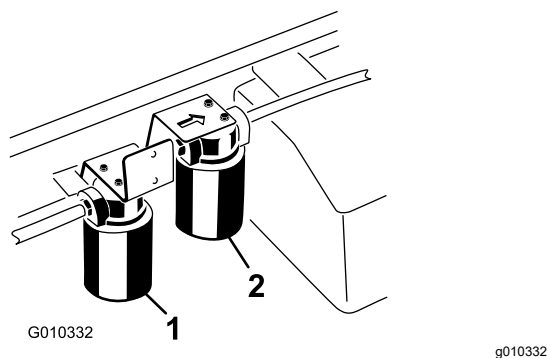

图 69
5. 在过滤器下面放置一个放油盘并拆下过滤器 图 69。
4. 清洁高流量过滤器安装区周围的区域 图 69。